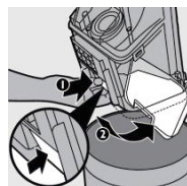

Рис. 26
4. Тримавши мішок над відром для сміття, натисніть на фіксатор кришки і відкрийте нижню кришку пилосбірника (рис. 26).